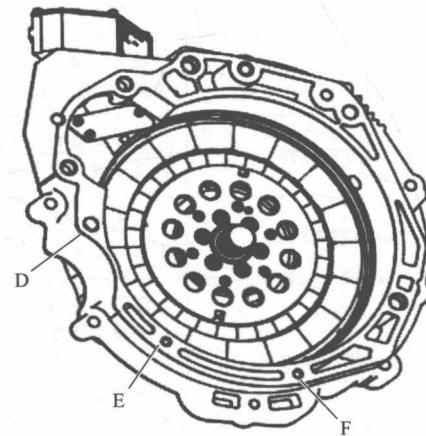

图 1-2-2
④ 再安装螺栓 D、E、F，由发动机缸体端拧入 ISG 电动机（图 1-2-2）。